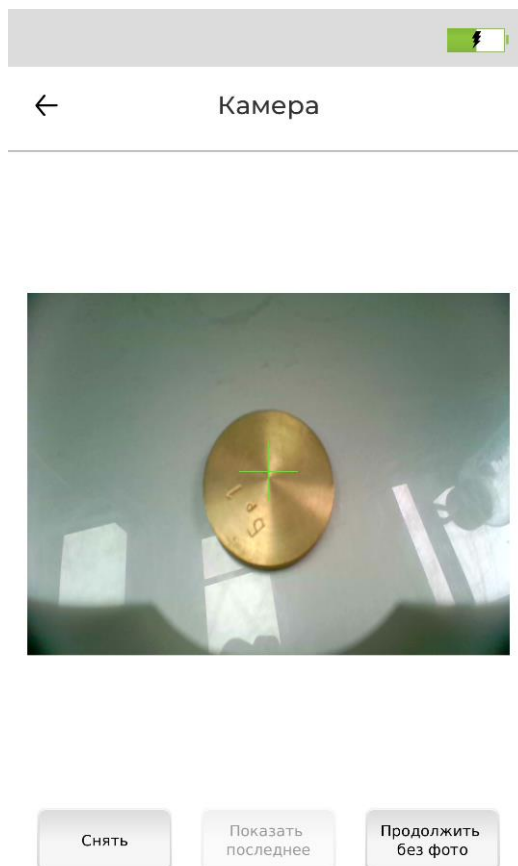

Рисунок 28 – Рабочее окно фотокамеры
- добавить фотографию объекта измерения. При этом после нажатия данного варианта откроется видоискатель фотокамеры (рисунок 28) с 3 кнопками управления: